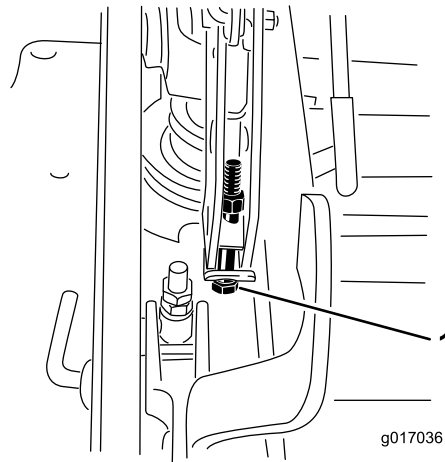

Figure 111
12. Si le tablier est trop bas, serrez le boulon de réglage monopoint dans le sens horaire. Si le tablier est trop haut, desserrez le boulon de réglage monopoint dans le sens antihoraire (Figure 111).